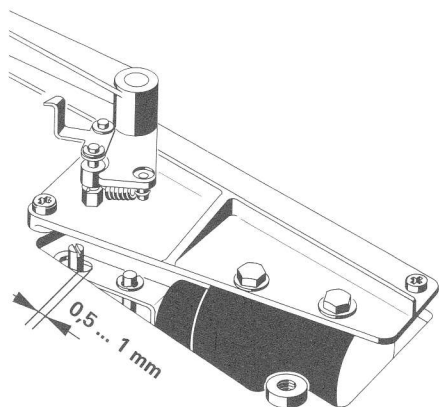

Fig. 4.3.—2
- Attach spring scale to nylon thread and pull in direction A (fig. 4.3. — 1) until a pitch variation (wow) in the reproduced tone becomes noticeable.
- Par l'intermédiaire d'un fil de nylon fixé d'une part sur l'axe du galet presseur (éventuellement dévisser le couvercle de l'axe) et d'autre part à un dynamomètre. Tirer le bras dans la direction A (Fig. 4.3. — 1) jusqu'à ce que le galet presseur se décolle de l'axe de cabestan.
- Andruckmagnet lösen und soweit nach links verschieben, dass zwischen Achse und Bügel ein Luftspalt von ca. 0.5 . . 1 mm entsteht (Fig. 4.3. — 2).
- Press button PLAY and keep it depressed. Loosen the mounting screws of the pinch-roller magnet and move it sufficiently to the left until a clearance of 0.5 to 1.0 mm is obtained at the point shown in figure 4.3. — 2.